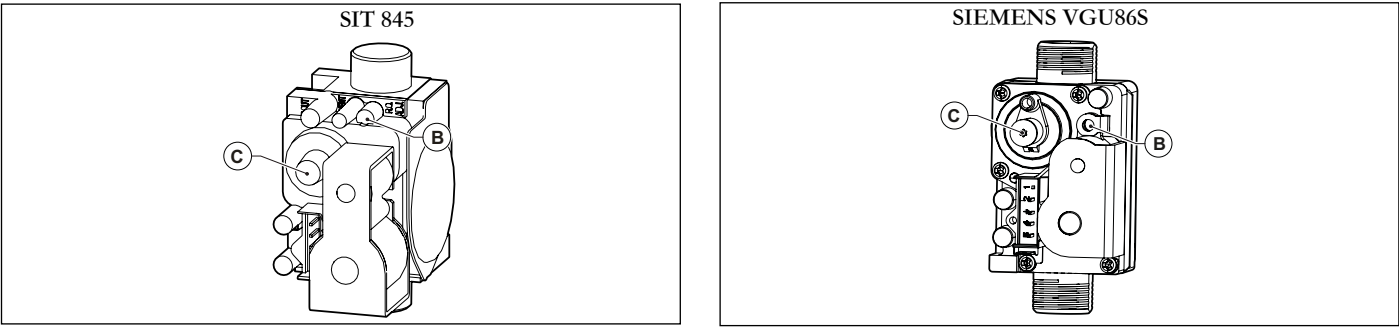

图 25 调整二氧化碳含量
- 旋转比例调节器 b 来调节烟雾中的二氧化碳 (CO2) 值（请参阅 图 25 调整二氧化碳含量）并确保处于以下范围 表 11 烟气中二氧化碳含量使锅炉保持在烟道清洁模式下，进入下一步调节至最小功率。
- 转动C来调节二氧化碳数值（参见 图 25 调整二氧化碳含量）并确保处于以下范围 表 11 烟气中二氧化碳含量.